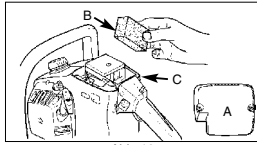

Abb. 18
- Entfernen Sie die obere Abdeckung (A), indem Sie Befestigungsschrauben der Abdeckung entfernen. Die Abdeckung lässt sich dann abnehmen.
- Heben Sie den Luftfilter (B) aus dem Luftkasten heraus (C) (Abb. 18).